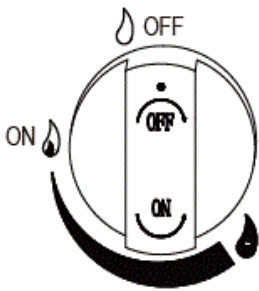

Figure 1
2. Le bouton de commande doit être en position « OFF » (Figure 1).